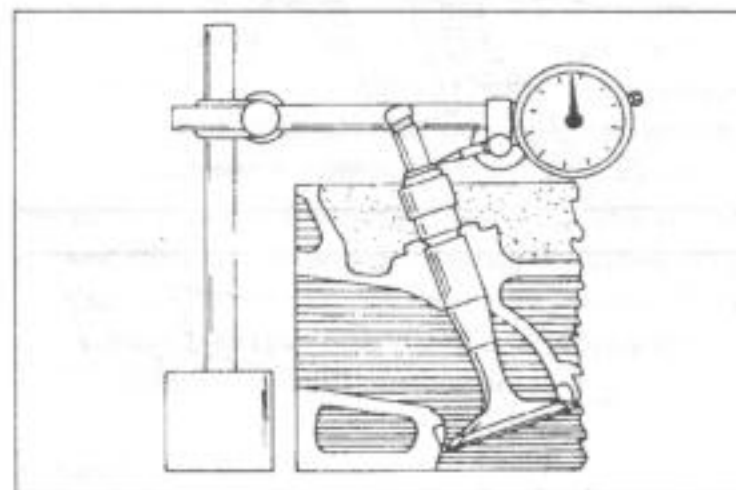

Рис. 46.
- В случае, если нет в наличии внутреннего индикатора часового типа, поставить стрелочный индикатор на головку блока цилиндров, как на рис. 46, клапан вынуть из седла и конец стержня клапана подвигать вверх-вниз. Датчик индикатора нужно поставить как можно ближе к краю стержня клапанов. Замер не должен превышать 0,20 мм.